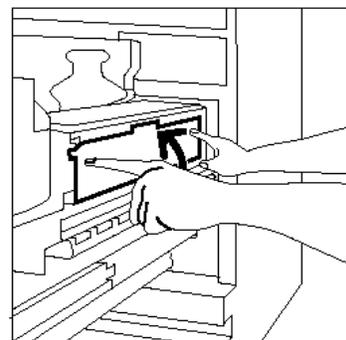

Abb. 47: Neuen Reinigungsfilz einsetzen
- 9 Das Tuch an den schwarzen Klammern anlehnen und die Oberkante des Filzes vorsichtig einsetzen (s. Abb. 47). Sicherstellen, daß der Filz einrastet.